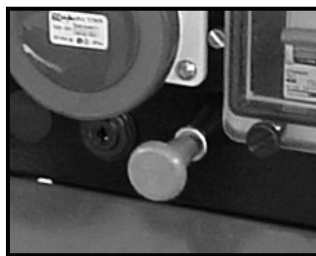

Рис.8
3) Двигатель Руджерини: потянуть рукоятку, расположенную на пульте управления (смотри рис.8); дождаться полной остановки двигателя; перевести ключ в положение "OFF".